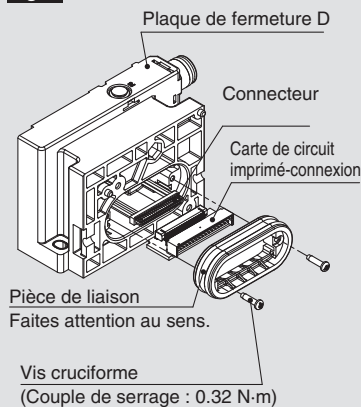

Fig. 3
- 6) Assemblez le connecteur supplémentaire au boîtier de jonction B. (Voir **Fig. 3**) (Engagez la partie creuse du connecteur sur la partie saillante du boîtier de jonction B. Voir **Fig. 3-A**.)
- 13) Assemblez les connecteurs de toutes les stations à chaque boîtier de jonction B. (Voir **Fig. 3**) (Engagez la partie creuse du connecteur sur la partie saillante du boîtier de jonction B. Voir **Fig. 3-A**.)